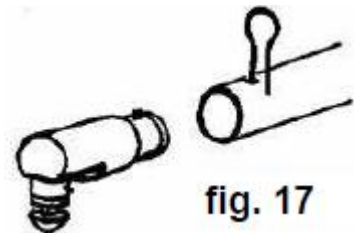

fig. 17
③ ロックングデバイスを使い、インレット及びアウトレットのロックングボルト(バネボタン)を押しながら回し、ホイッピングパイプを取り外してください。(fig.17、18)